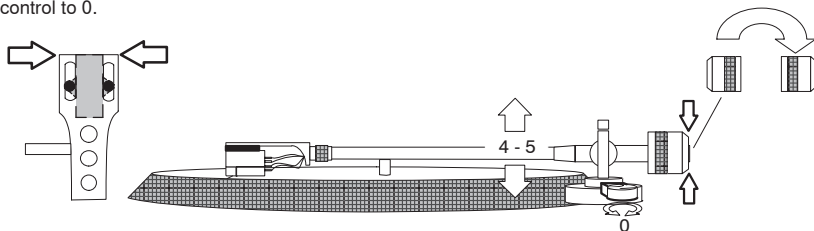

Figure 6
•Unkonventionelle DJ-Einrichtung (Abbildung 6): Das Gegengewicht umdrehen und bündig mit dem Ende des Tonarms anbringen. Den Tonabnehmer (mit dem Tonarmkopf) bündig mit der Vorderkante des Tonarmkopfs anbringen. Den Antiskating-Wert auf 0 einstellen.
•Configuration DJ spéciale (Figure 6) : Retourner le contrepois et le monter à ras de l'extrémité du bras de lecture. Monter la cellule (et la masse de la coquille) à ras du bord avant de la coquille. Régler l'antiskating à 0.